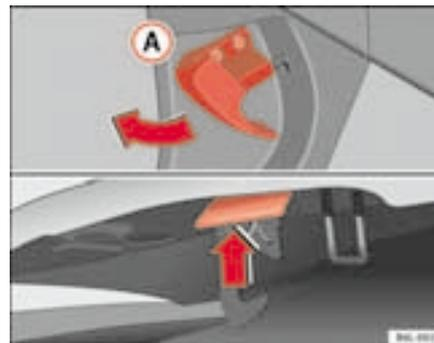

Fig. 123 Gancho apertura capó motor.
- Tire de la palanca que se encuentra bajo el tablero de instrumentos ⇒ **fig. 123** en el sentido que indica la flecha. El capó queda desbloqueado por la acción resorte del muelle ⇒ **⚠**.